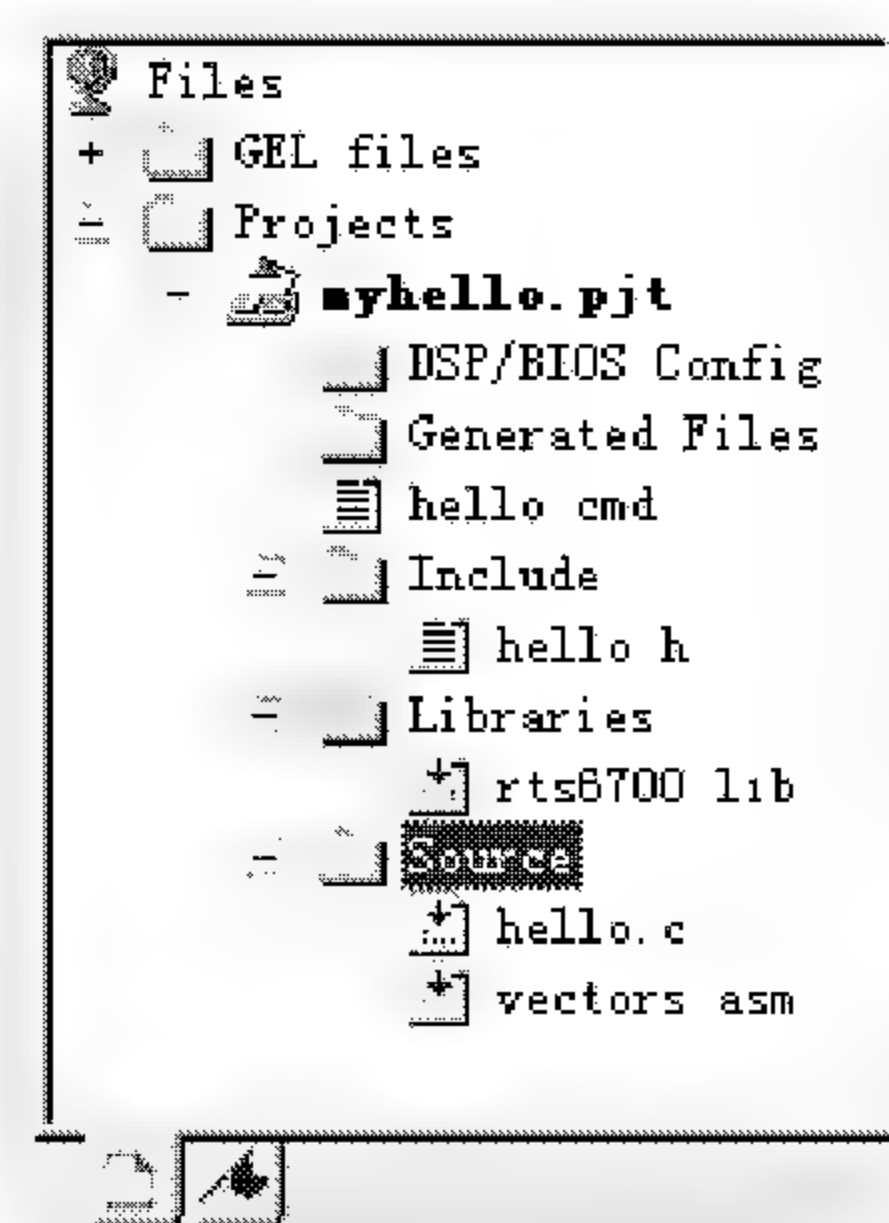

图 3.9 CCS 工程视窗
(2) 选择 **View → Project**，打开工程视窗(如果先前没有打开)，点击工程视窗中 Project 左侧的“+”号，将工程中所包含的工程文件(`*.pjt`)、链接命令文件(`*.cmd`)、库函数(`*.lib`)、源代码(`*.c`、`*.asm`)以树的形式显示出来，如图 3.9 所示。